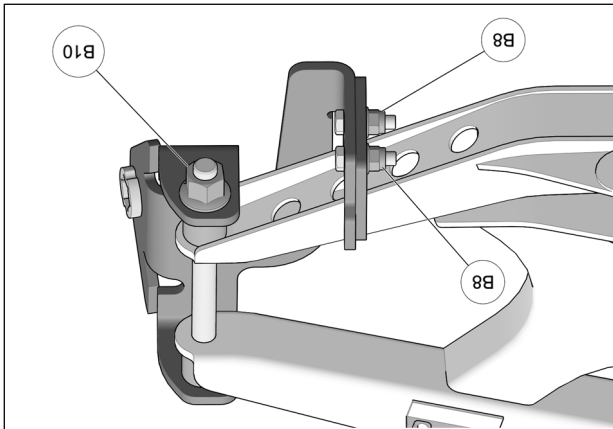

Fig. 11
12. Serrer l'écrou M14 (B10) à un couple de 95 N•m [70 lb•pi]. Serrer ensuite les écrous M8 (B8) à un couple de 25 N•m [18 lb•pi]. Fig. 11